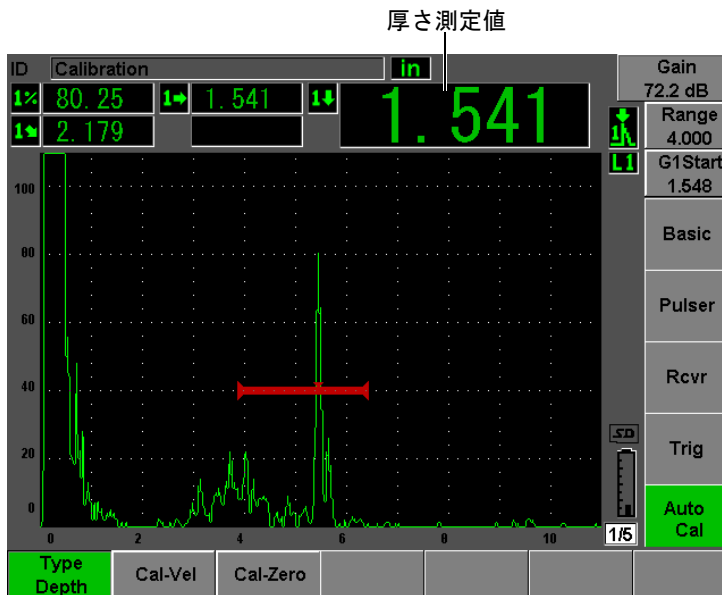

図 10-26 ゼロ校正のためのゲート設定された信号の例
4. [ゲート：GATES] キーを使い、最初の横穴からの反射エコーがゲート閾値を超えるようにゲート 1 を配置します。この反射エコーは、およそ 0.5 インチ（12.5 mm）の位置に現れます [194 ページ図 10-26 参照]。